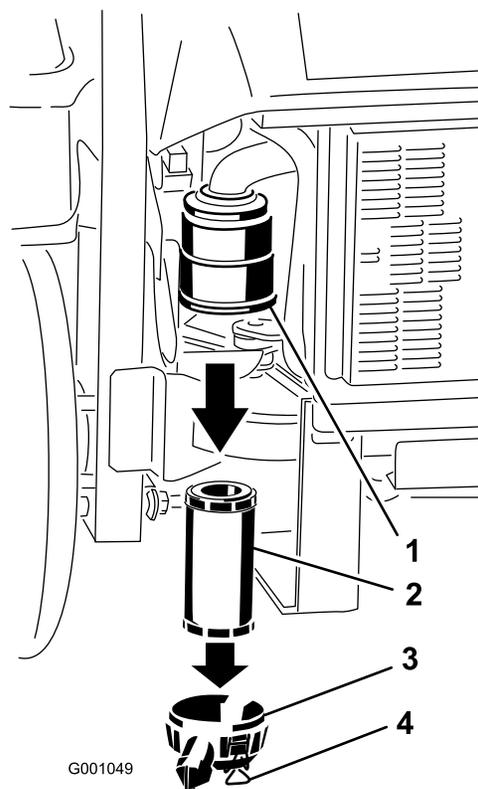

Figura 40
- Liberte os trincos do filtro de ar e empurre a cobertura do filtro de ar para fora do corpo do filtro (Figura 40).
- Deslize suavemente o filtro para fora do corpo do filtro (Figura 40). Evite que o filtro bata na parte lateral do corpo.